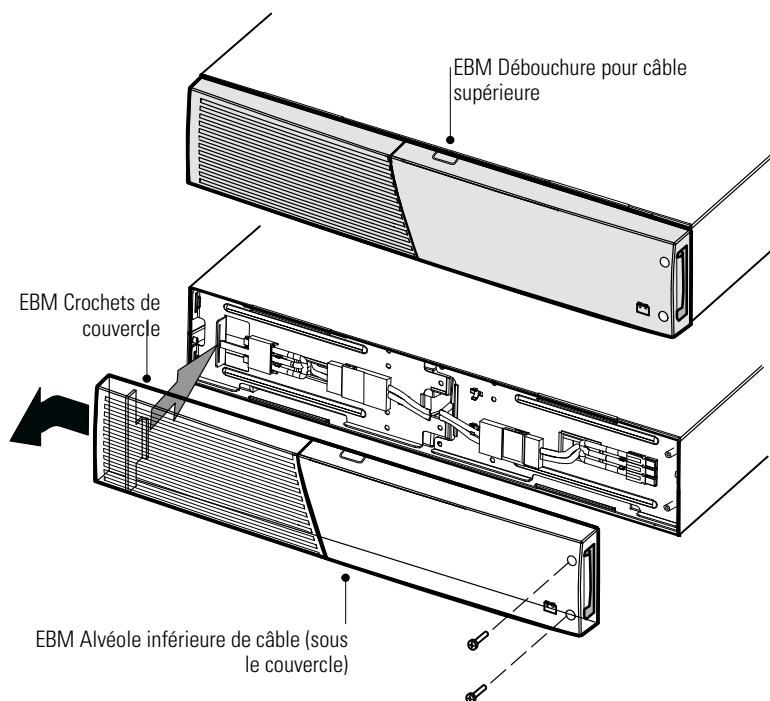

Figure 27. Retrait du EBM couvercle avant
1. Retirez le couvercle avant de chacun EBM (voir Figure 27).
5. Retirez le couvercle avant de chacun EBM (voir Figure 27).
6. Pour le bas (ou seulement) EBM, retirez l'alvéole EBM de câble en haut du couvercle. Voir Figure 27 l'emplacement de la EBM débouchure pour câble supérieure.
7. Pour tout module additionnel que vous installez, retirez la débouchure pour câble en haut EBM et EBM en bas du couvercle avant. EBM EBM Voir Figure 27 pour l'emplacement des EBM alvéoles de câble.
Pour remplacer le couvercle, vérifiez que les EBM câbles sont acheminés par les EBM alvéoles de couvercle, et glissez ce dernier de gauche à droite jusqu'à ce qu'il s'accroche au crochet près du côté gauche du EBM module. Réinstallez les deux vis sur le côté droit du couvercle avant. A titre de référence, voir Figure 27 la page 49.